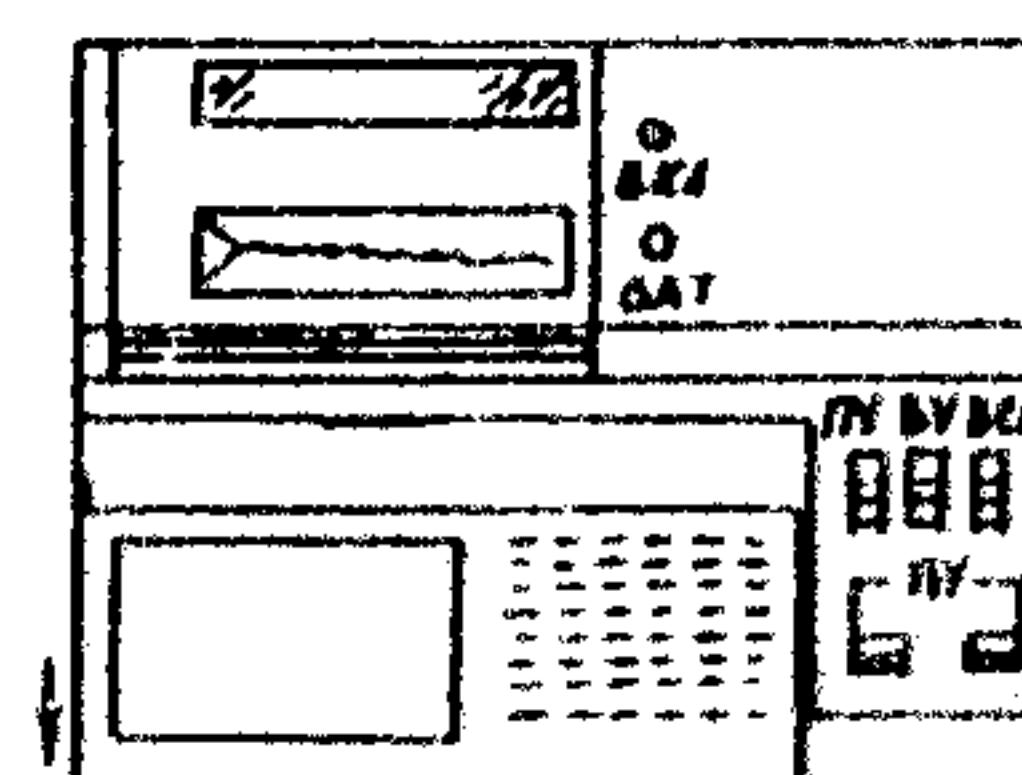

Рис. 6.2
- 2) отсоединить микрокалькулятор, сдвигая его в направлении стрелки, указанной на рис. 6.2;